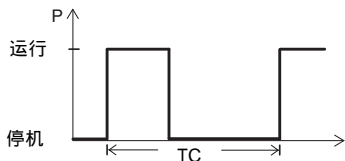

图 6 S3 运行
S3的运行是一系列相同的占空比 (TC)，每个都有一段恒定负载，随后是休息期。在循环过程中没有达到热平衡。见图6。